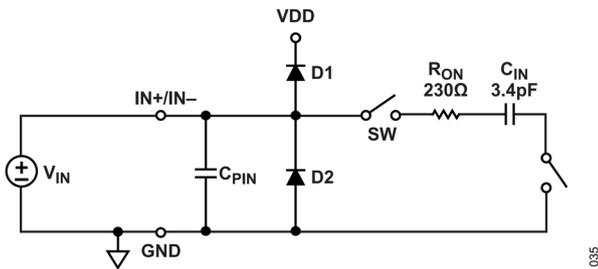

図 35. 等価アナログ入力回路
図 35 は、AD4050/AD4056 の各アナログ入力 (IN+ と IN-) の等価回路を示しています。アナログ入力は、スイッチング容量性負荷としてモデル化されています。アキュイジション・フェーズでは、サンプリング・スイッチ (SW) が各入力ピンを 3.4pF のサンプリング・コンデンサ (C_{IN}) に 230Ω のスイッチ・オン抵抗 (R_{ON}) と直列に接続します。変換フェーズでは、SW を切り離して、サンプリング・コンデンサに保持された IN+ピンおよび IN-ピンの電圧をサンプリングします。D1 および D2 は、IN+ピンおよび IN-ピンからそれぞれ VDD 電源および GND につながる ESD ダイオードを表しています。C_{PIN} は GND に対する各入力ピンのピン容量を表しており、典型的には 2pF です。